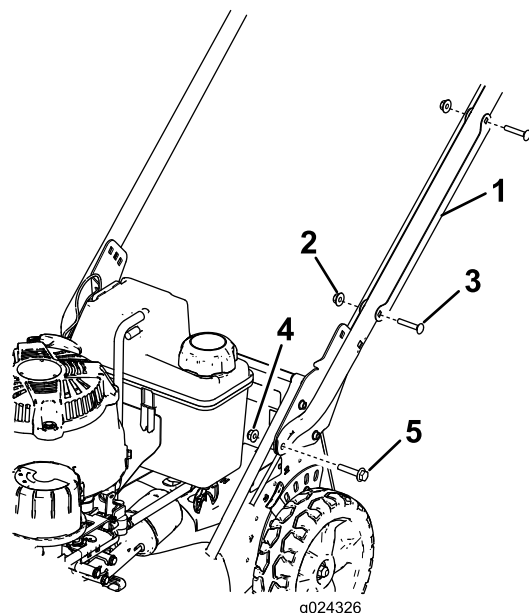

Figura 3
1. Retire a proteção de cabo da pega (Figura 3): retire os dois parafusos de carroçaria e as duas porcas de bloqueio que prendem a proteção à pega.
2. Instale as extremidades da pega na estrutura do cortador com dois parafusos flangeados de cabeça hexagonal (5/16 x 1½") e duas porcas flangeadas (5/16"), como se mostra na Figura 3.
1. Parafuso de carroçaria de 5/16 x 1 1/2" (2)
2. Suporte da pega (2)
3. Porca flangeada de 5/16" (2)
7. Coloque a proteção de cabo na pega, com o(s) cabo(s) no interior da proteção e prenda a proteção à pega com os dois parafusos de carroçaria e duas porcas de bloqueio retirados anteriormente (Figura 3).